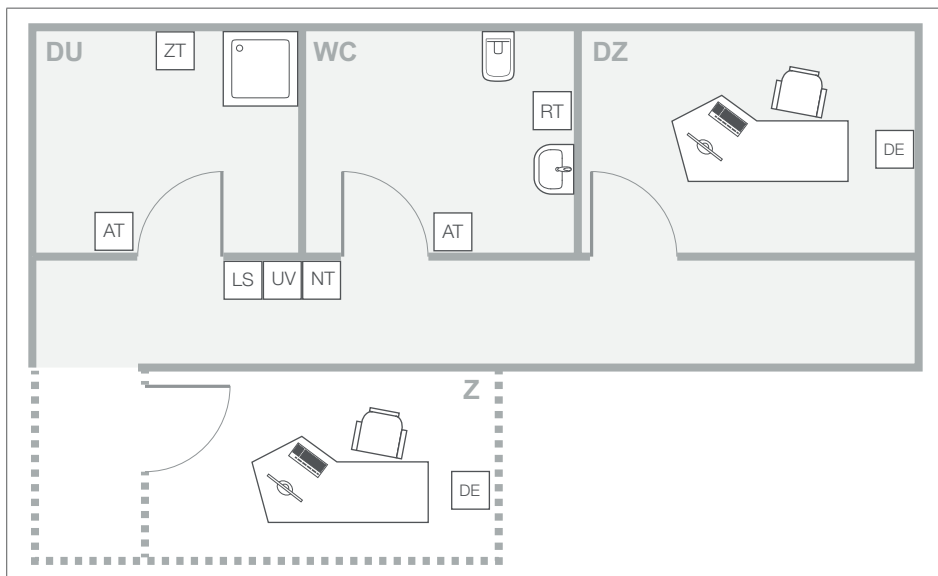

Bild 17: Planritning för utvidgning av nödaropsset
Utan en överordnad nödströmförsörjning ska strömförsörjningen till nödanropssetet utökas med en avbrottsfri strömförsörjning UPS (bild 17 och 18), så att nödanropets funktion kan garanteras vid strömavbrott. Den avbrottsfria strömförsörjningen når full reservström först efter 6 timmars anslutning till matarspänningen. Vid strömavbrott fortsätter nödanropsset att förses med nödvändig spänning i cirka 15–60 minuter utan avbrott, beroende på belastningen. Via meddelandekontakten (M) signaleras drifttillstånd till anslutna och